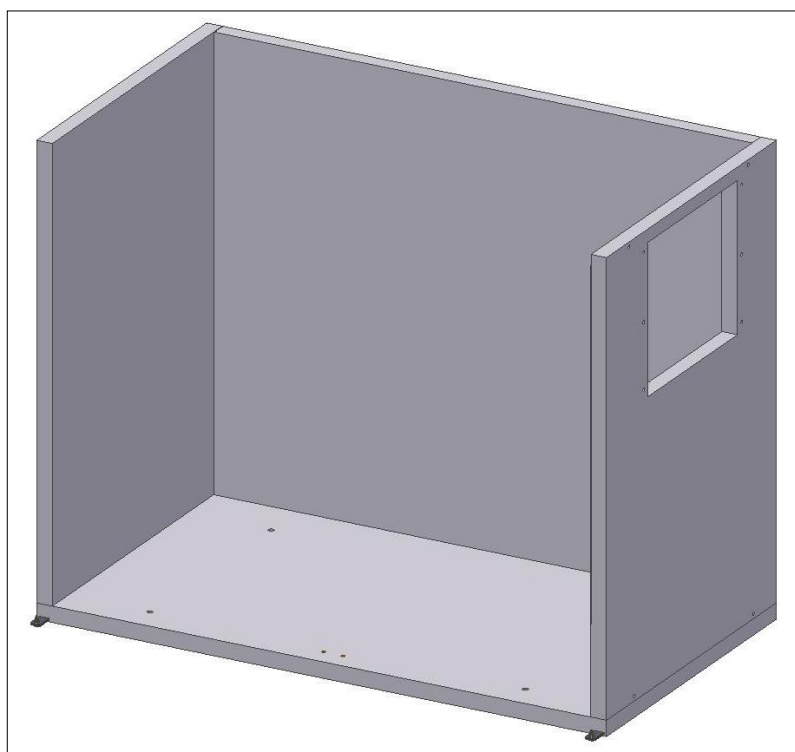

Fig. 5
- Inserire il **pannello laterale destro** sul pannello del fondo e fissare solo al fondo (Fig.5);